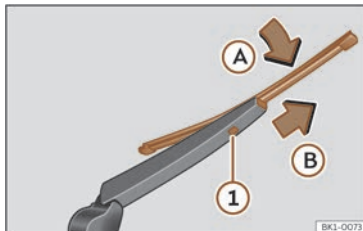

Fig. 174 Remplacement du balai d'essuie-glace arrière.
- Faites pivoter légèrement le balai d'essuie-glace >>> **fig. 174** (flèche A).
- Maintenez la touche de déverrouillage ① enfoncée et tirez en même temps sur le balai dans le sens indiqué par la flèche B.
- Insérez sur le bras d'essuie-glace arrière un balai d'essuie-glace neuf **de même longueur et de même type** dans le sens contraire de la flèche B et jusqu'à ce que la touche ① s'encastre.